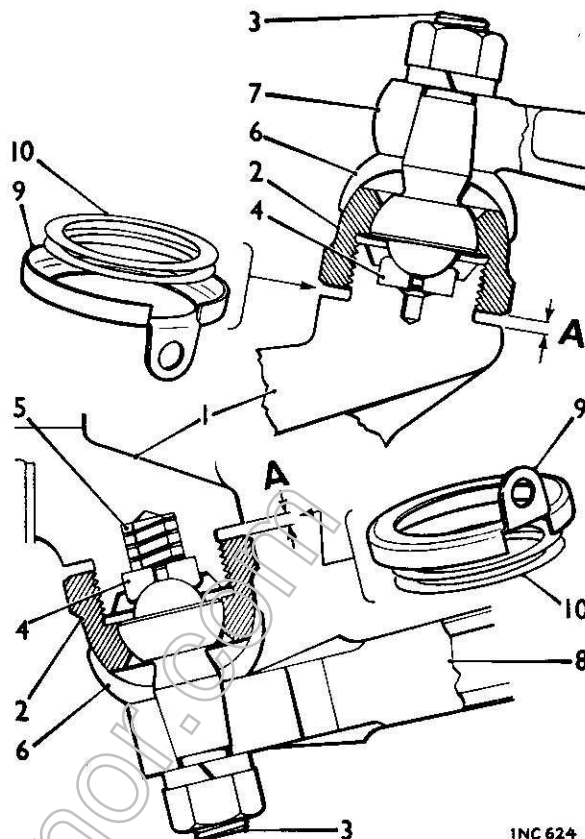

Fig. K.6
- (9) Ricomporre lo snodo superiore; rimontare la sede d'appoggio dello snodo ed il dado di ritegno senza, però, la rosetta di rasamento e la rosetta di sicurezza.
- (10) Avvitare il dado di ritegno sino a quando non ci sia gioco tra il perno e la sede d'appoggio. Misurare la luce tra il dado ed il contromozzo (Ved. la Fig. K.6).
- (11) Le rosette di sicurezza nuove hanno uno spessore di mm 0,9. Per ottenere lo spessore che deve avere la rosetta di rasamento sottrarre dal valore della luce rilevato nell'operazione (10) lo spessore della rosetta di sicurezza. A montaggio ultimato, il gioco assiale dello snodo non deve essere maggiore di mm 0,7. Se necessario, aggiungere altre rosette di rasamento.
- (12) Ingrassare lo snodo e rimontarlo nel contromozzo completo di rosetta di rasamento e rosetta di sicurezza nuova.
- (13) Serrare il dado di ritegno con l'attrezzo 18G 372 e l'adattatore 18G 587 alla coppia data nelle CARATTERISTICHE PRINCIPALI.
- (14) Per la regolazione dello snodo inferiore, ripetere le operazioni (9) a (13). Prima della misurazione della luce tra il piano del dado ed il contromozzo (operazione 10), togliere la molla di ricupero del gioco e rimontarla solo al momento del montaggio finale dello snodo.
- (15) Piegare la linguetta della rosetta di sicurezza, che deve andare ad appoggiare contro tre facce del dado di ritegno del perno a testa sferica. (Nei modelli con freni a disco, una delle tre facce deve essere adiacente al disco del freno.)
- (16) Se necessario, sostituire i cappucci parapolvere.